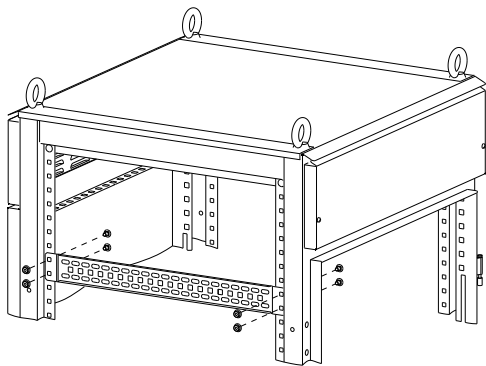

Рисунок 8
3.1 Приложите Рейку боковую с внешней стороны боковой поверхности передней и задней стоек корпуса на нужной высоте. Вставьте по очереди в квадратные отверстия четыре болта М6×10 и закрепите гайками М6 (рисунок 8). Момент затяжки 5 Н·м.